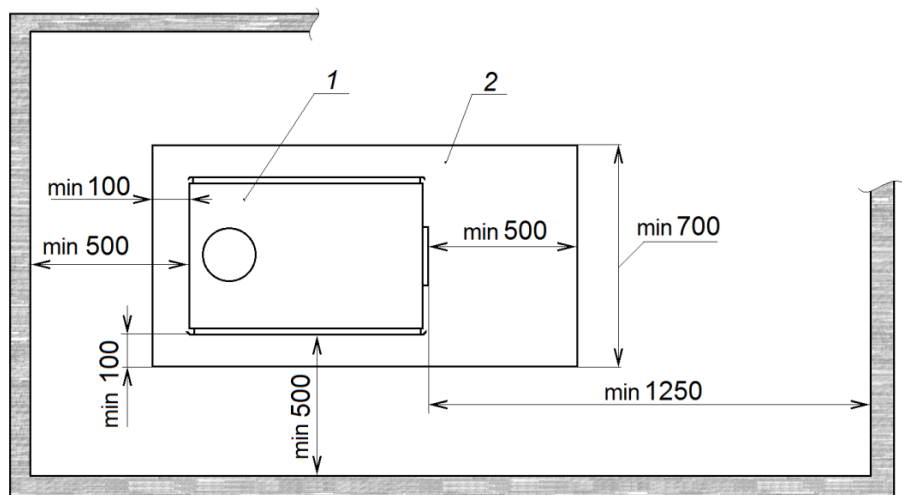

Рисунок 2. Установка печи в помещении.
4.3. Пол под печь должен быть выполнен из негоряемого материала. При установке на сгораемые конструкции здания, печь должна быть установлена на металлический лист толщиной не менее 1мм с подкладкой из негорючего теплоизоляционного материала толщиной не менее 10мм (см. рис. 2). Перед печью, со стороны топочной дверцы, металлический лист должен выступать не менее чем на 500 мм, а ширина листа должна быть не менее 700 мм.